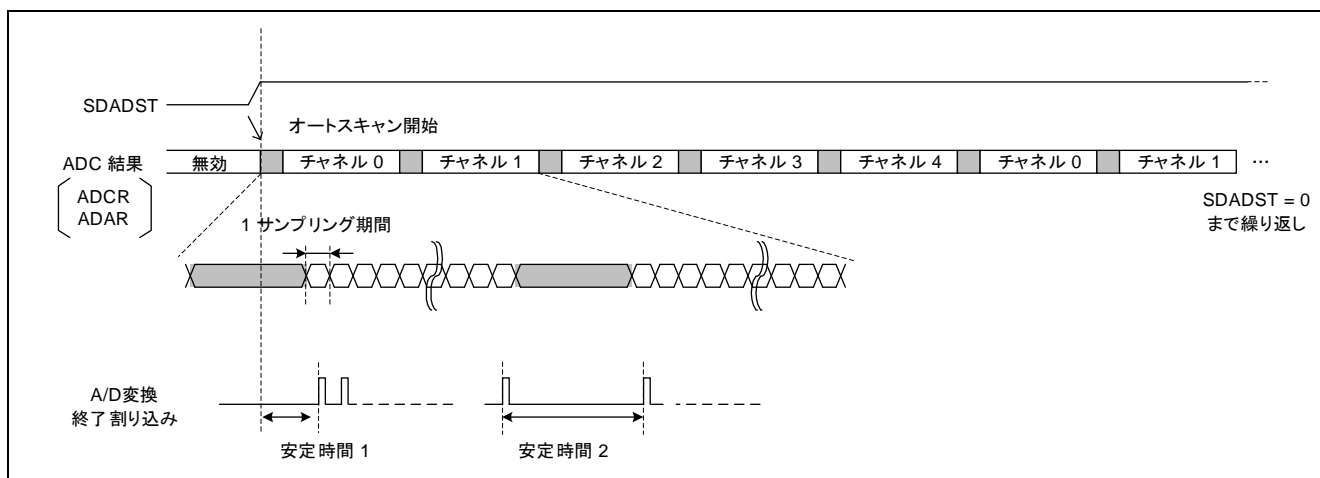

図 6 オートスキャンのシーケンス
- 安定時間 1 – ADC2.SDADST ビットの立ち上がりから、A/D 変換終了割り込みまでの時間。図 6 の安定時間 1 を参照してください。
- 安定時間 2 – チャネル切り替え前の最後の A/D 変換終了割り込みから、チャネル切り替え後の最初の A/D 変換終了割り込みまでの時間。図 6 の安定時間 2 を参照してください。